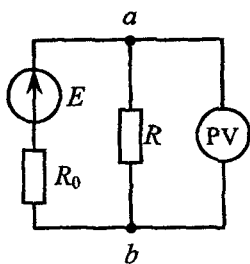

Рис. 4.1
**Задача 4.4.** Для измерения напряжения на резисторе в цепи рис. 4.1. используется вольтметр с пределом измерения  $U_{\text{ном}} = 30 \text{ В}$ , класса точности  $K_V = 1,0$  и внутренним сопротивлением  $R_V = 500 \text{ Ом}$ .